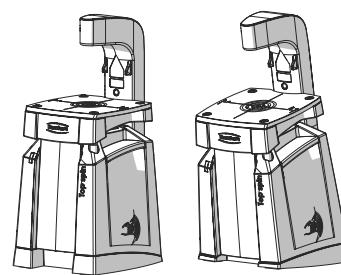

Fig. 2
- ⇒ Elija la posición de trabajo deseada, fig. 2 (véase capítulo 5.4).